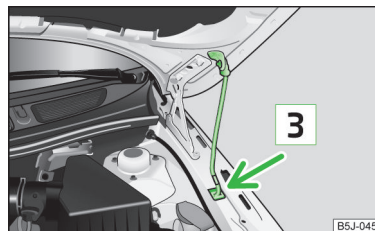

Fig. 124 Fixation du capot moteur
- Sortez la bécille de capot de son support et fixez le capot ouvert en insérant l'extrémité de la bécille de capot dans l'orifice prévu à cet effet **3** » fig. 124. ▶